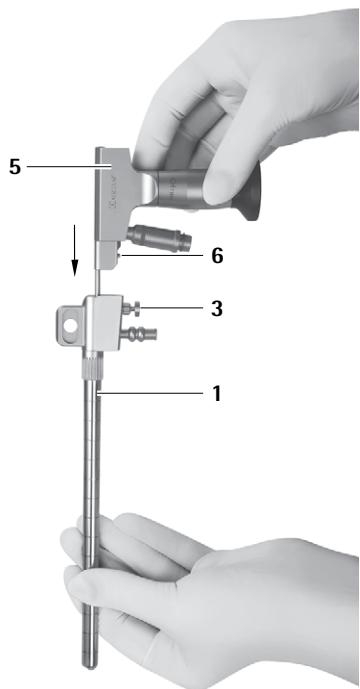

Fig. 2
- Bloquear o endoscópio 5 no trocante MINOP InVent 1, ver Fig. 2.